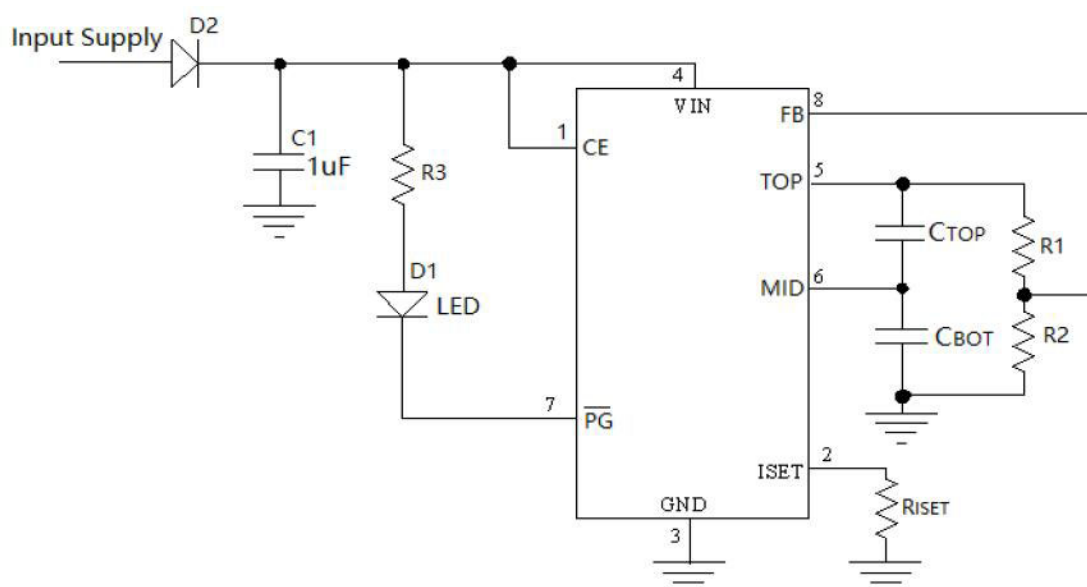

图5 添加二极管D2以抑制电压尖峰
- 采用图5所示的电路，增加二极管D2可以抑制瞬态过冲电压。